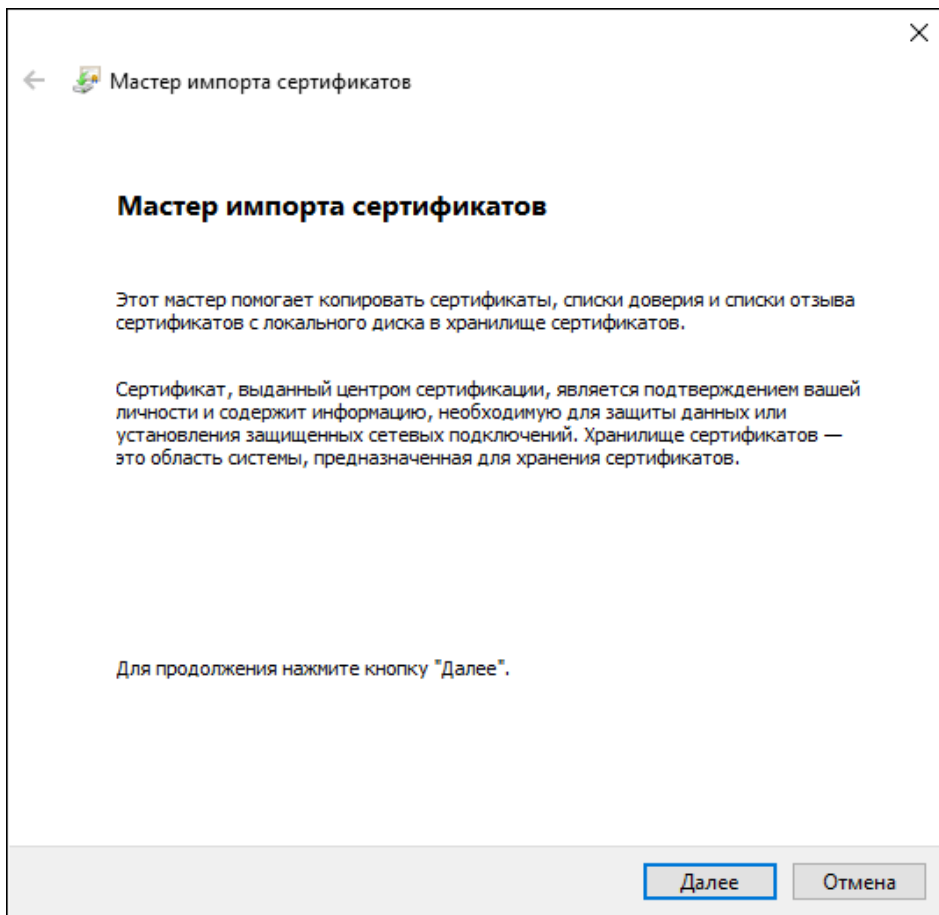

Рисунок 529 - Мастер импорта сертификатов
13. Откроется **Мастер импорта сертификатов**. Нажмите **Далее** (Рисунок 529).